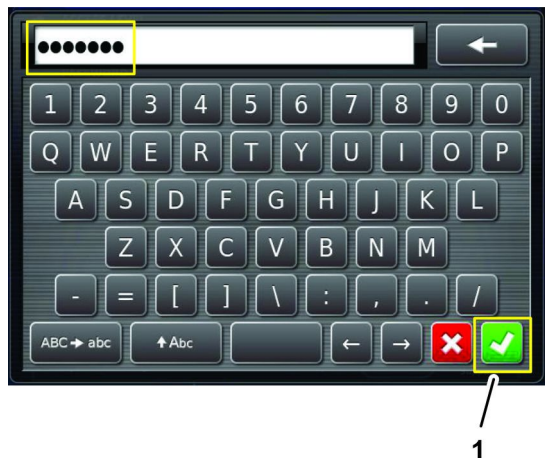

Рисунок 248
6. С помощью клавиатуры на экране наберите пароль, полученный при выполнении пункта 1, и нажмите на значок подтверждения (Рисунок 248).